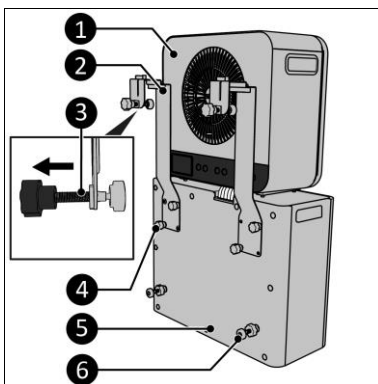

Figure 7
2. Placez l'unité intérieure (figure 7, pos. 1) librement sur l'unité extérieure (figure 7, pos. 5).
3. Retirez les quatre capuchons de vis (figure 7, pos. 4).
4. Fixez les deux supports inférieurs pour caravane (figure 7, pos. 2) à l'unité extérieure en serrant deux vis par support (figure 7, pos. 4).
5. Assurez-vous de visser à fond les boulons d'ajustement (figure 7, pos. 3).
6. Fixez les entretoises (figure 7, pos. 6) à l'unité extérieure (figure 7, pos. 5).
14. Assurez-vous que l'unité extérieure est de niveau en ajustant l'entretoise des vis d'écartement (figure 7, pos. 6).